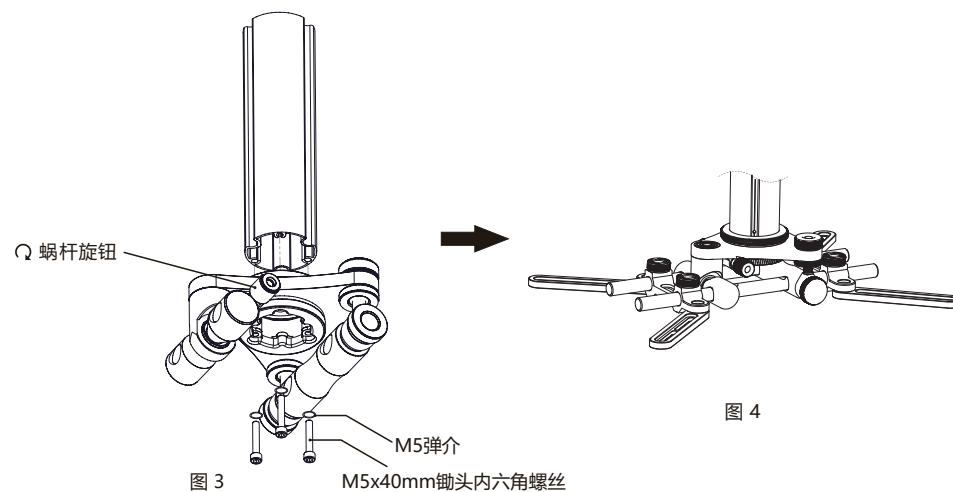

图 4
3.将副杆与转接头孔位对齐，从下往上将M5 内六角螺丝旋入。若螺丝孔位被遮挡导致无法旋入螺丝，可通过旋转蜗杆旋钮，使吊架水平旋转错开螺丝孔位，方便旋入螺丝。图4 安装完成。